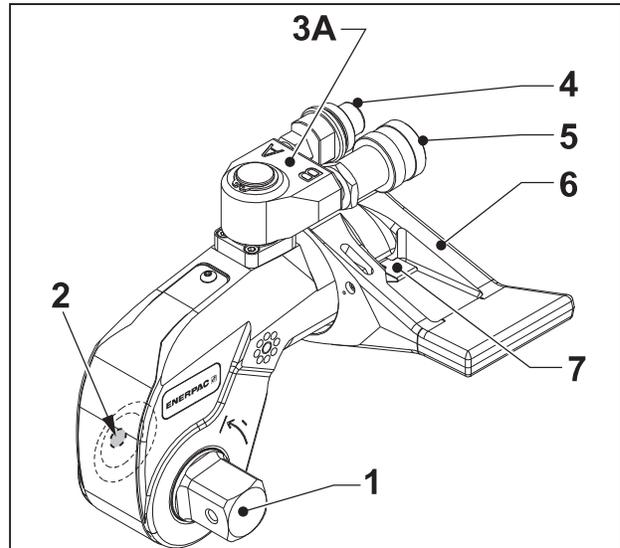

Fig. 1
3.1 Présentation et caractéristiques (fig. 1 ou 2)